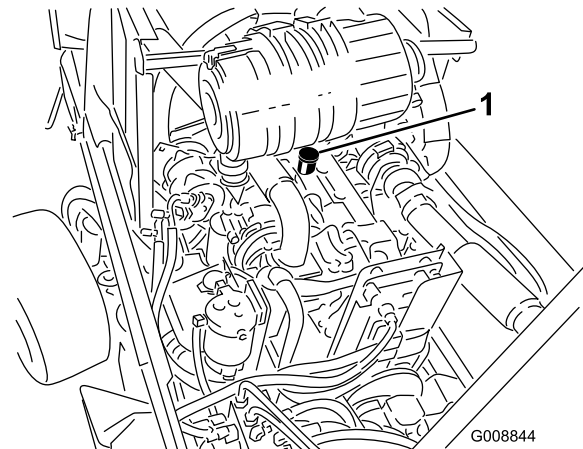

Bild 60
- Wenn der Ölstand unter der Niedrig-Marke liegt, nehmen Sie den Fülldeckel ab (Bild 60) und gießen Sie genug Öl ein, um den Ölstand bis zur Voll-Marke anzuheben. **Nicht überfüllen.**